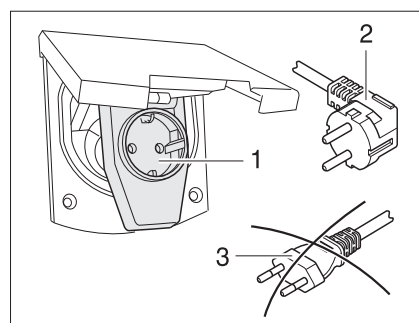

Fig. 154 Raccordement à un adaptateur coudé avec prise de courant
- ▶ Lors de l'utilisation d'un adaptateur coudé CEE 17 muni d'une prise à l'arrière (Fig. 154,1), se servir uniquement d'un connecteur en caoutchouc et scellé IP 44 avec contact de mise à la terre (Fig. 154,2). Ne pas utiliser de connecteur sans contact de mise à la terre (Fig. 154,3). Danger d'électrocution !